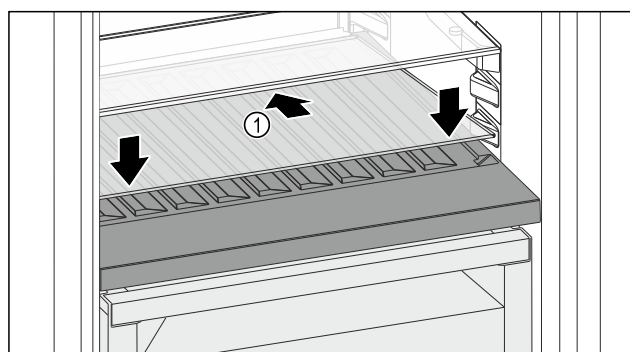

Fig. 98
- ▶ Поставете стъклената плоча Fig. 98 (1) косо и наклонена назад надолу.
- ▶ Спуснете стъклената плоча Fig. 98 (1) отпред.